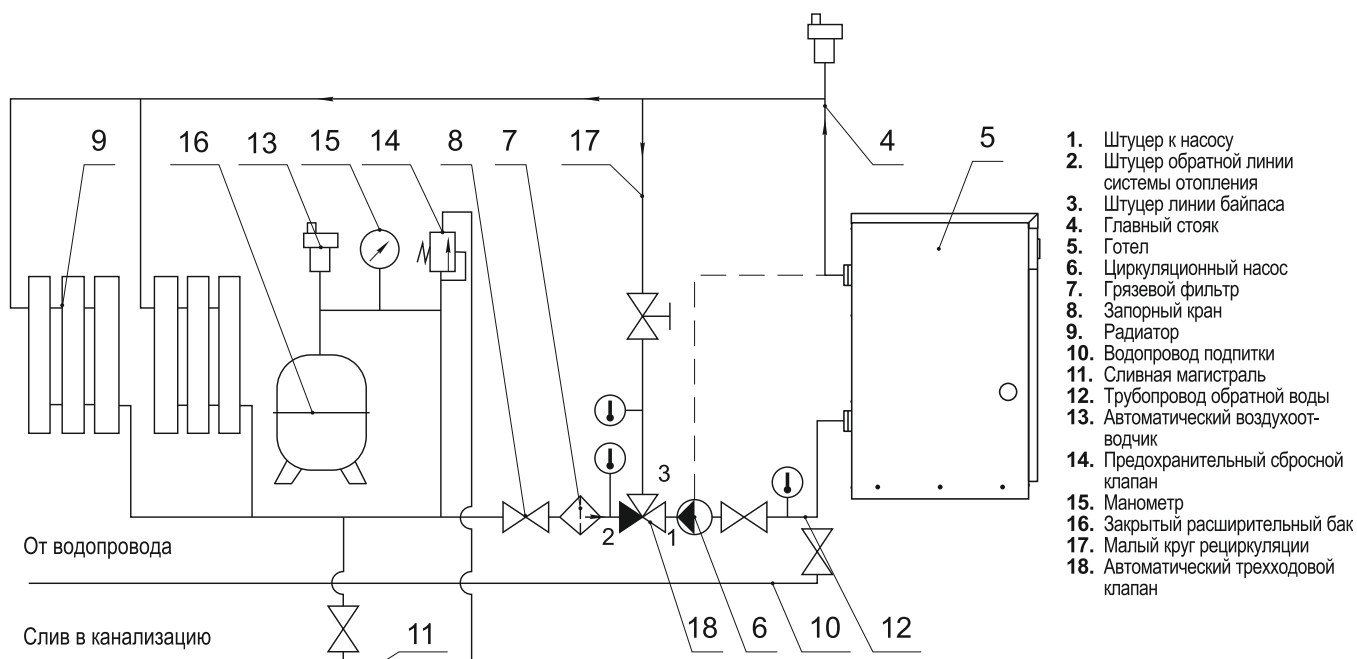

Рисунок 5 Рекомендуемая схема системы отопления
7.5 Присоединение котла к системе отопления производить посредством резьбовых штуцеров по рекомендуемой схеме, приведенной на рис. 5. Присоединение не должно сопровождаться взаимным натягом труб и сборочных единиц котла. На неиспользуемые штуцеры следует герметично установить заглушки. Усилие натяга при монтаже трубопроводов отопительной системы, передаваемое на сборочные единицы котла, может вызвать потерю герметичности теплообменника, подводящих трубопроводов или поломку деталей.